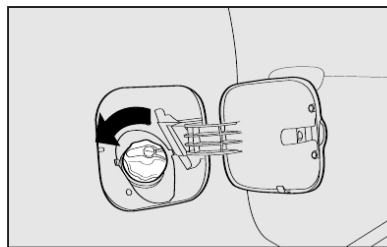

fig. 106
- gire a tampa no sentido anti-horário **fig. 106** até o seu completo desalocjamento;